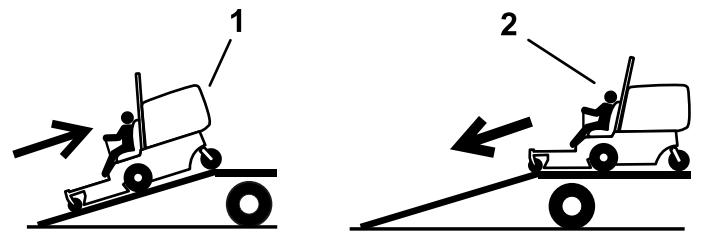

Figura 28
2. Baje la máquina por la rampa conduciendo hacia adelante (Figura 28).